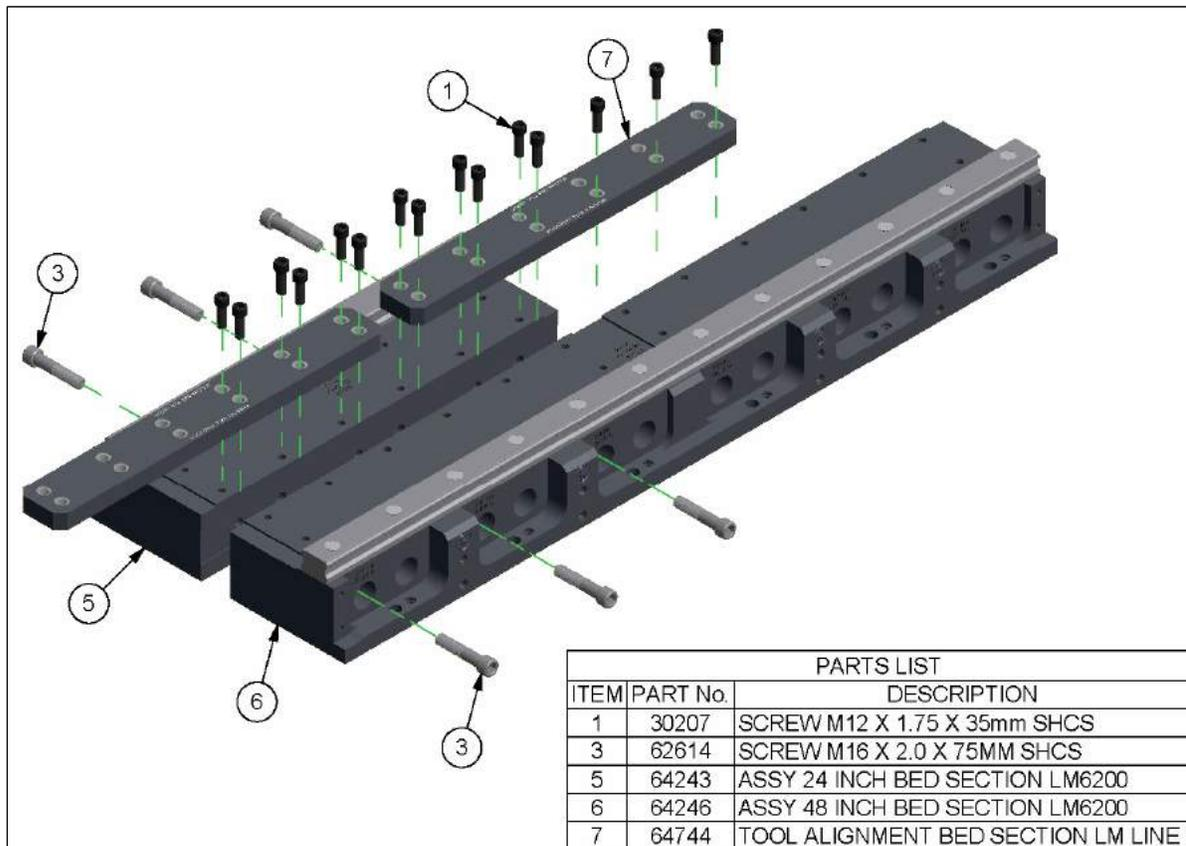

Abbildung 1
1. Richten Sie einen 24"-Ständerabschnitt und einen 48"-Ständerabschnitt wie in Abbildung 1 gezeigt ein.
3. Legen Sie beide Ständerausrichtwerkzeuge (Pos. 7) wie in Abbildung 1 gezeigt auf die Abschnitte. Ziehen Sie zunächst die Befestigungselemente auf der Seite mit dem 48"-Abschnitt auf 88 Nm (65 ft-lb) an. Dann die Befestigungselemente am 24"-Abschnitt mit 88 Nm (65 ft-lb) anziehen.